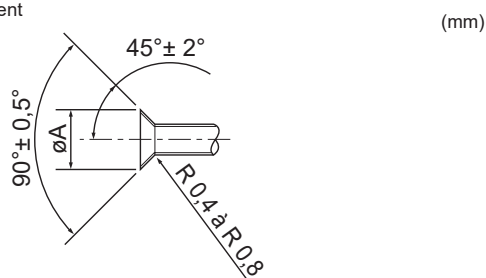
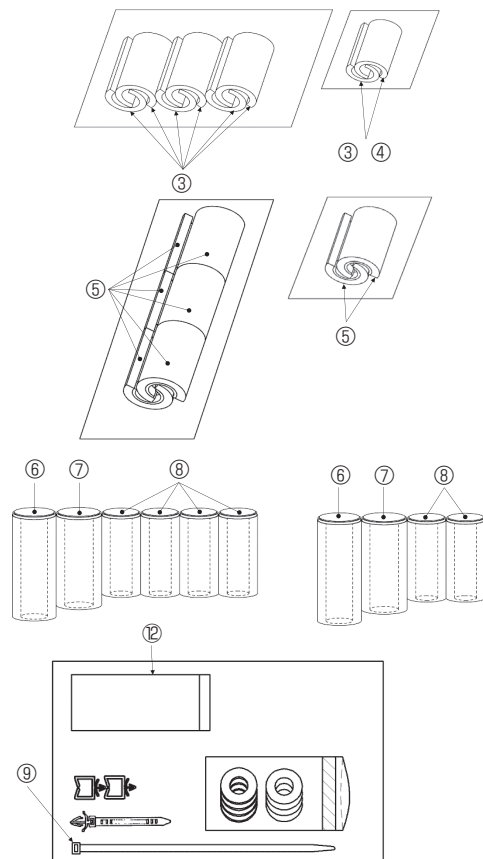
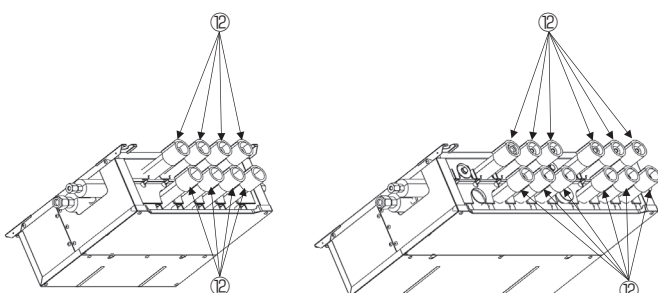
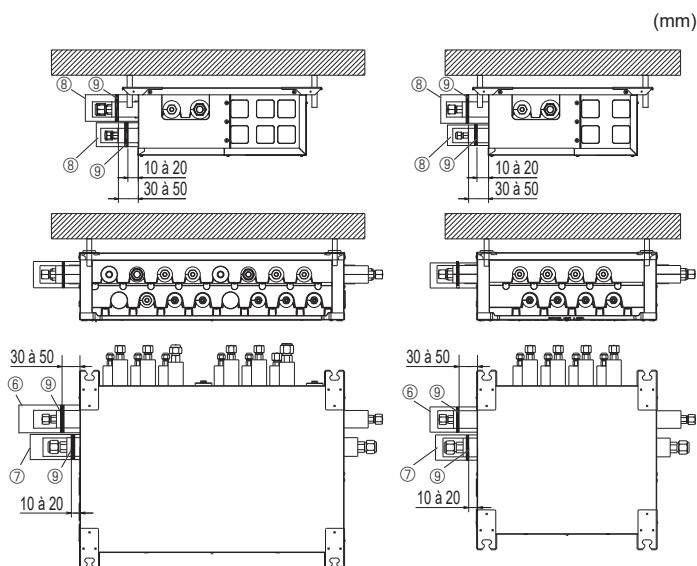

Fig. 6-1
Fig. 6-4
Fig. 6-5
Fig. 6-8
- Isolez les tuyaux de liquide et de gaz du Boîtier de dérivation en les recouvrant avec de la mousse de polyéthylène résistant à la chaleur. (Fig. 6-4) Sinon, il pourrait en résulter des blessures lors du raccordement des tuyaux ou des fuites d'eau en raison de la condensation sur ces derniers.
Consultez la Fig. 6-4 pour les pièces ③ à ⑧ et ⑫ montrées dans les Fig. 6-5 à Fig. 6-8. Vérifiez les accessoires et les pièces fournies avec le Boîtier de dérivation.
- (1) Retirez les écrú évasés et les capuchons du Boîtier de dérivation.
- (2) Évasez l'extrémité des tuyaux de liquide et de gaz comme indiqué sur la Fig. 6-1.
- (6) Enroulez et fixez l'isolation fournie ⑫ sur les ports de connexion des tuyaux. (Fig. 6-5)
- (10) Fixez les couvre-raccords ⑥ (avec un capuchon) aux ports de connexion non connectés à un appareil intérieur pour empêcher la condensation. (Fig. 6-8)
- (11) Fixez les couvre-raccords ⑥ et ⑦ avec un capuchon) aux ports de connexion non connectés à l'appareil extérieur pour empêcher la condensation. (Fig. 6-8)
- (12) Fixez les couvre-raccords ⑥, ⑦ et ⑧ avec les rubans ⑨. (Fig. 6-8)